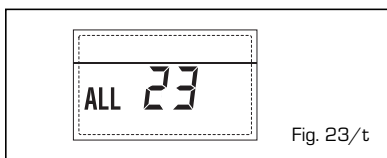

Fig. 23/t
- ANOMALIA Sonda RITORNO RISCALDAMENTO "ALL 30" (fig. 23/u)